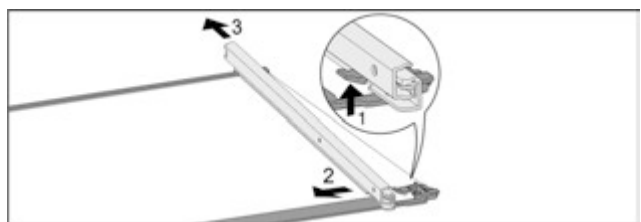

Fig. 104 Скляна пластина з рейками
- ▶ Натиснути передній гачок-фіксатор вгору. Fig. 104 (1)
- ▶ Виштовхніть виїзну рейку в сторону Fig. 104 (2) та назад Fig. 104 (3).